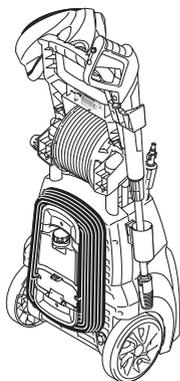

Fig. 37
- > Rangez les accessoires dans les compartiments de rangement (7, 16, 19) et à l'arrière l'appareil (Fig. 37, 38).